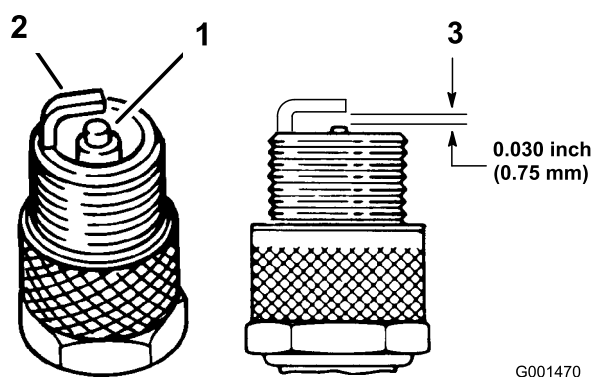

Figure 49
1. Examinez le centre des bougies (Figure 49). Si le bec de l'isolateur est recouvert d'un léger dépôt gris ou brun, le moteur fonctionne correctement. S'il est recouvert d'un dépôt noir, cela signifie généralement que le filtre à air est encrassé.
2. Contrôlez l'écartement entre l'électrode centrale et l'électrode latérale (Figure 49).
3. Si l'écartement n'est pas correct, pliez l'électrode latérale (Figure 49).
3. Connectez les bougies (Figure 49).